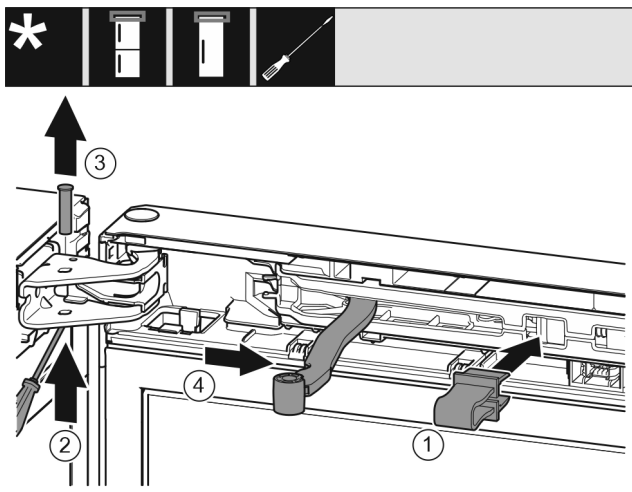

Fig. 8
- ▶ Fixați în poziție siguranța în deschizătură. Fig. 8 (1)
- ▶ Extrageți bolțul cu șurubelnița. Fig. 8 (2)
- ▶ Extrageți în sus bolțul. Fig. 8 (3)
- ▶ Rotiți articulația în direcția ușii. Fig. 8 (4)